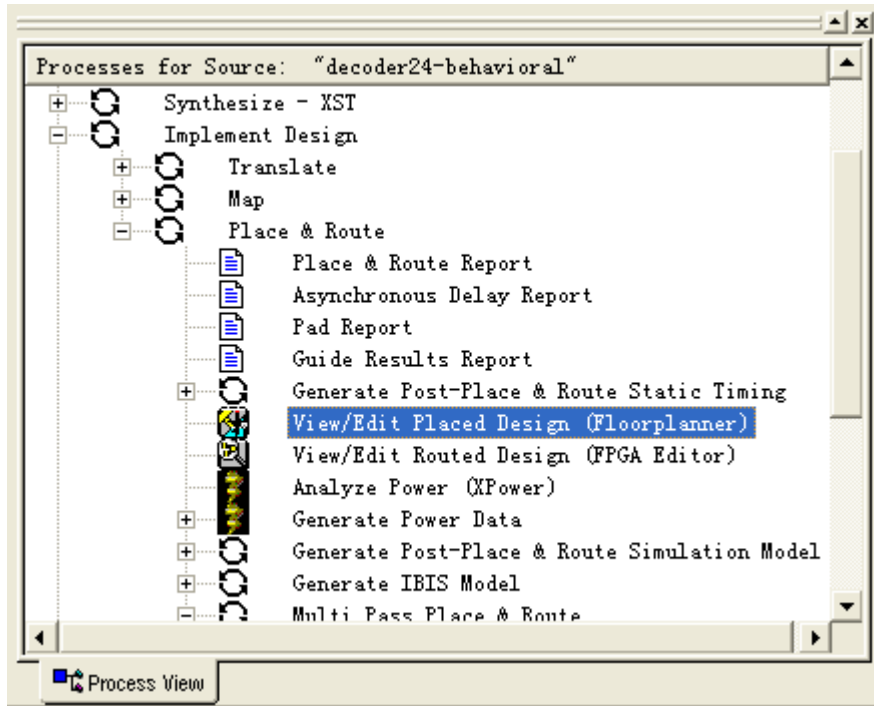
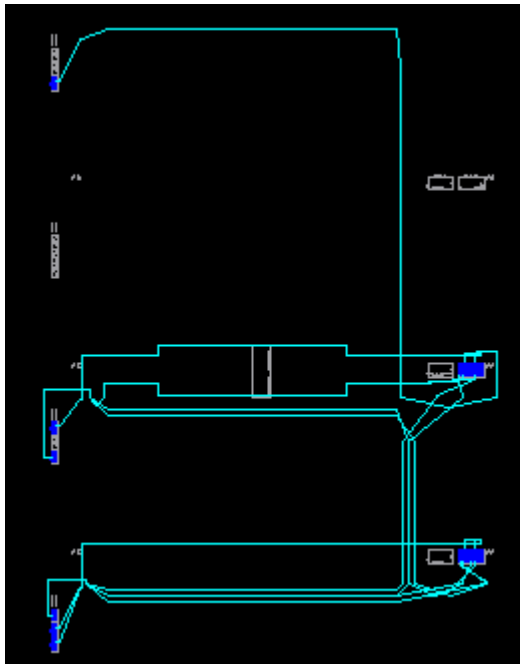

图 10-1-16 当前资源操作窗口
图 10-1-17 布线后的资源图
- 11、 我们在工程资源窗口 (Sources in Project) 中选中 top-behavioral (top.vhd)，然后在如图 10-1-16 所示的当前资源操作窗口 (Processes for Source: "top-behavioral") 中，双击 View/Edit Placed Design(FPGA Editor)，可以看到布线后的内部资源窗口如图 10-1-17 所示，当然我们也可以手工布线，这将在后续章节讲述；